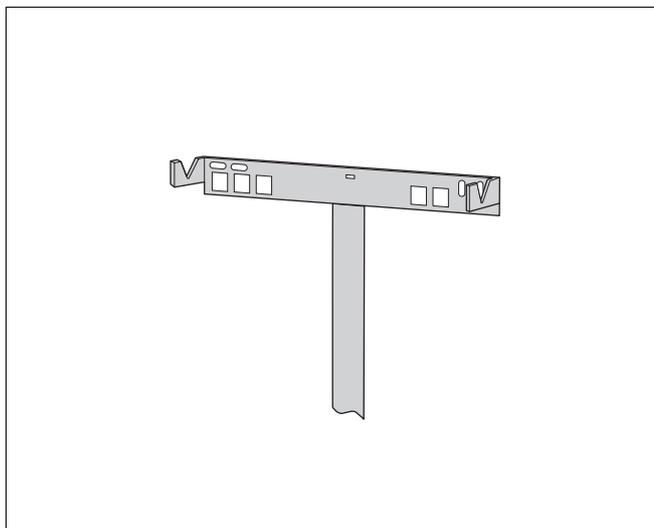

Fig. 4 Striscia di plastica per il posizionamento longitudinale
- Applicare il supporto a parete. Utilizzare la striscia di plastica per il posizionamento longitudinale (fig. 4). I ritagli angolari nel supporto a parete sono previsti in caso di sostituzione del tipo di apparecchio da ZWR a ZR. Rispettare l'ordine di collegamento dei tubi secondo le "Istruzioni di montaggio del gruppo di collegamento". Qualora si utilizzi l'accumulatore S 120 o HT 70/110 rispettare le distanze del relativo set di raccordo riportate nelle istruzioni di montaggio.